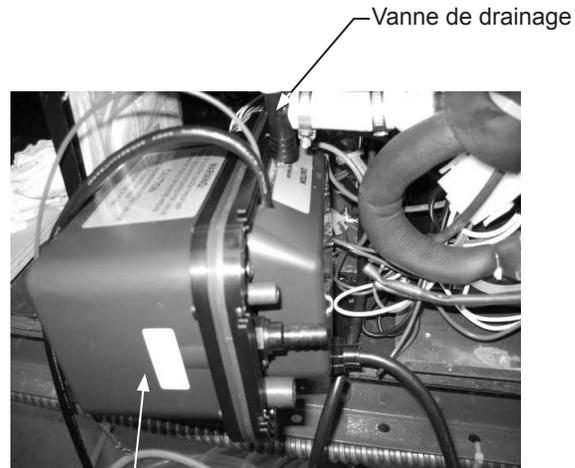

Figure 27
4. Faites pivoter la pompe de drainage et sortez-la de la machine à glaçons (Voir la Figure 27). Il peut être nécessaire de débrancher la liaison du fil de terre sur le rebord arrière de l'armoire (Voir la Figure 28).